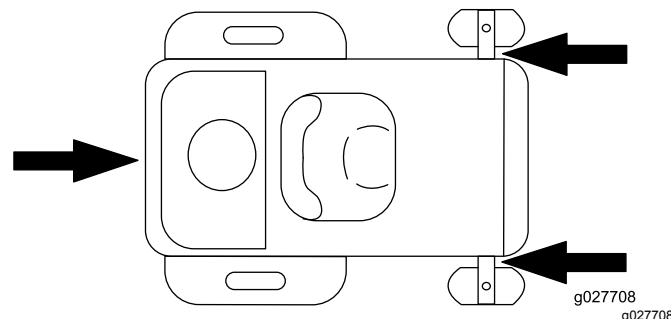

Figura 29
- Ancorate saldamente la macchina al rimorchio o all'autocarro per mezzo di cinghie, catene, cavi o corde; Utilizzate solo le quattro posizioni di ancoraggio designate sul tosaerba: due sul lato sinistro e due sul lato destro (Figura 29). Utilizzate queste posizioni anche per il trasporto del tosaerba con un accessorio collegato. L'utilizzo di posizioni non designate può causare danni al tosaerba e/o all'attrezzo.